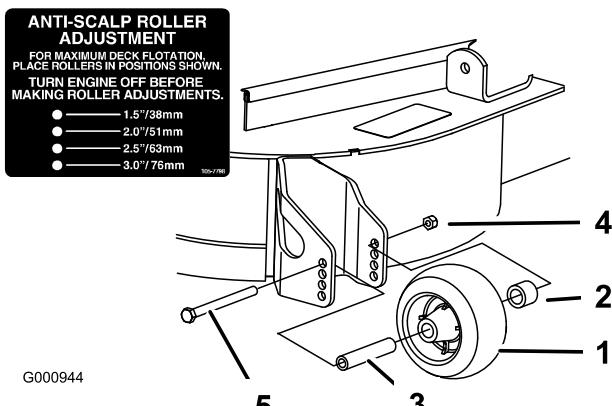

Figure 14
- Après avoir réglé la hauteur de coupe, réglez les galets en retirant l'écrou à collet, la bague, l'entretoise et le boulon (Figure 14).
- Montez l'écrou à embase, la bague, l'entretoise et le boulon. Serrez à un couple de 54 à 61 Nm (Figure 14).